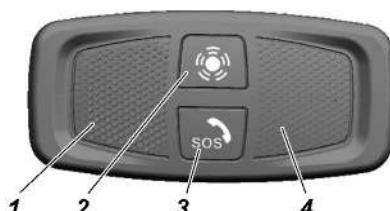

Рис. 3.16. Блок интерфейса пользователя:
- блок интерфейса пользователя (БИП) с кнопкой «SOS» 3 (рис. 3.16) находящийся на внутренней части крыши салона;
Индикатор устройства конструктивно совмещен с кнопкой экстренного вызова «SOS» 3 (рис. 3.16) и его индикация в зависимости от режимов работы УВ ЭОС приведена в таблице 3.3.